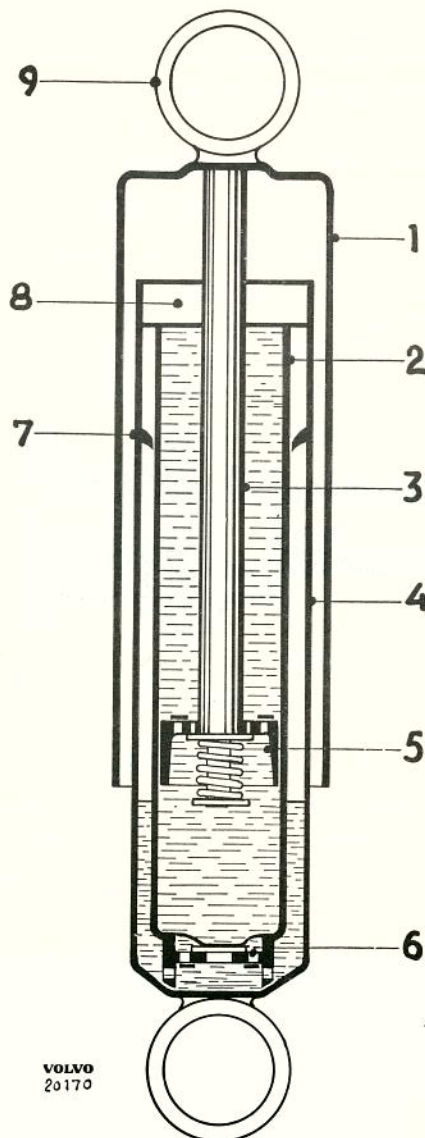

Bild 13. Stötdämpare
Stötdämparnas konstruktion framgår av bild 13. Den yttre cylindern (1) tjänar endast som skydd mot damm och smuts. De två övriga cylindrarna (2) och (4) är anordnade koncentriskt med den ena helt inskjuten i den andra. Den inre cylindern (2) är den egentliga arbetscylinder och är i sin nedre ända försedd med en ventil (6). Inuti den inre cylindern löper en kolv (5) försedd med kanaler, som regleras av ventiler. Kolven är fastsatt vid en kolvstång (3), vars motsatta ända är utformad till en ögla (9) för fastsättning vid ramen. I stötdämparens motsatta ända är en liknande ögla fastsatt i cylindern (4). Mellanrummet mellan cylindrarna (2) och (4) tjänar som reservoar och är endast delvis fyllt med vätska. Den inre cylindern (2) är helt fylld med vätska på båda sidor om kolven (5). Locket (8) utgör fästning och styrning för kolvstången (3). Ringen (7) har till uppgift att förhindra skvalpning i vätskan.